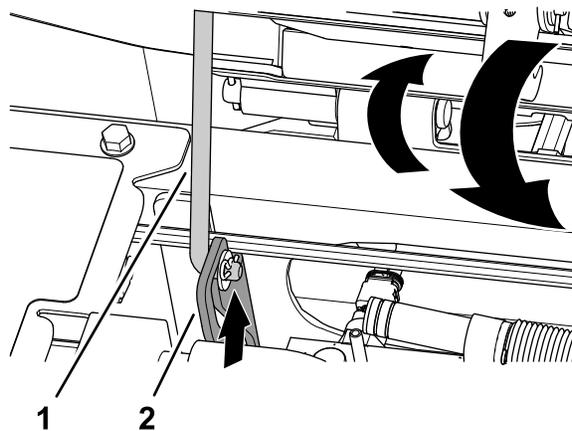

Figura 65
1. Rode ligeiramente o banco e levante a barra de apoio da ranhura de suporte do banco (Figura 65).